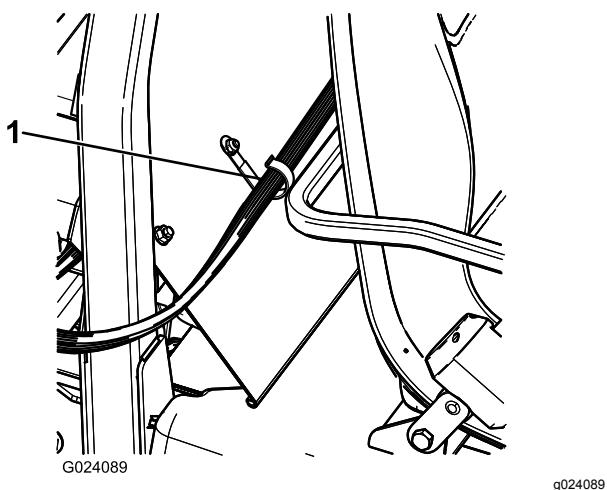

Figura 22
2. Monte um clipe J por detrás do banco do passageiro (Figura 22) utilizando um parafuso ($\frac{1}{4}$ pol. x $\frac{1}{2}$ pol.) e uma porca flangeada ($\frac{1}{4}$ pol.).
3. Prenda a cablagem da consola à consola e à cobertura do sistema de proteção contra capotamento utilizando gramos em forma de J (Figura 22).